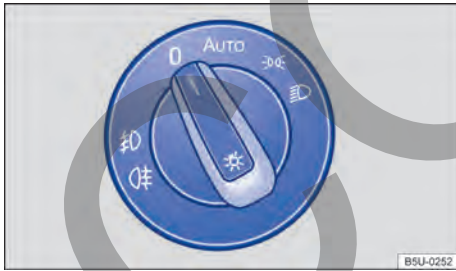

Fig. 65 En el panel: conmutador de las luces.
La luz de control en el conmutador de las luces → fig. 65 indica que el faro de neblina está encendido.
- Encender el farol de neblina: tirar del interruptor de las luces → fig. 65 de la posición \Rightarrow o \Rightarrow hasta la primera marcha.
- Encender la linterna de neblina: tirar totalmente del interruptor de las luces → fig. 65 de la posición \Rightarrow o \Rightarrow .